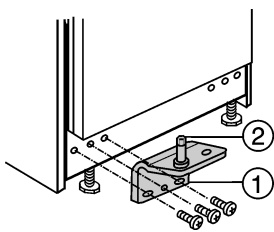

Fig. 9
- ▶ Scharnierbout Fig. 9 (2) in de lagerbus Fig. 9 (1) met onderlegschijsje onder in de deurlager plaatsen.
- ▶ Lagerbus Fig. 9 (1) goed (met 4 Nm) vastschroeven.